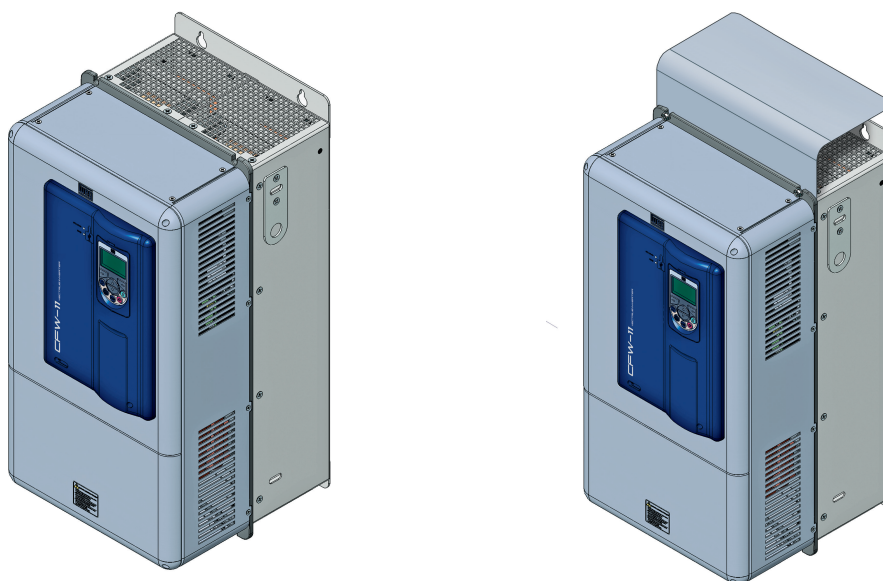

Figura 3.5 - Instalación de la parte superior del kit Nema1 ("tejado")
- ☑ Instalar la parte superior del kit Nema1 en el convertidor conforme presentado en la Figura 3.5 en la página 3-7, utilizando los 2 tornillos M8 suministrados con el producto.